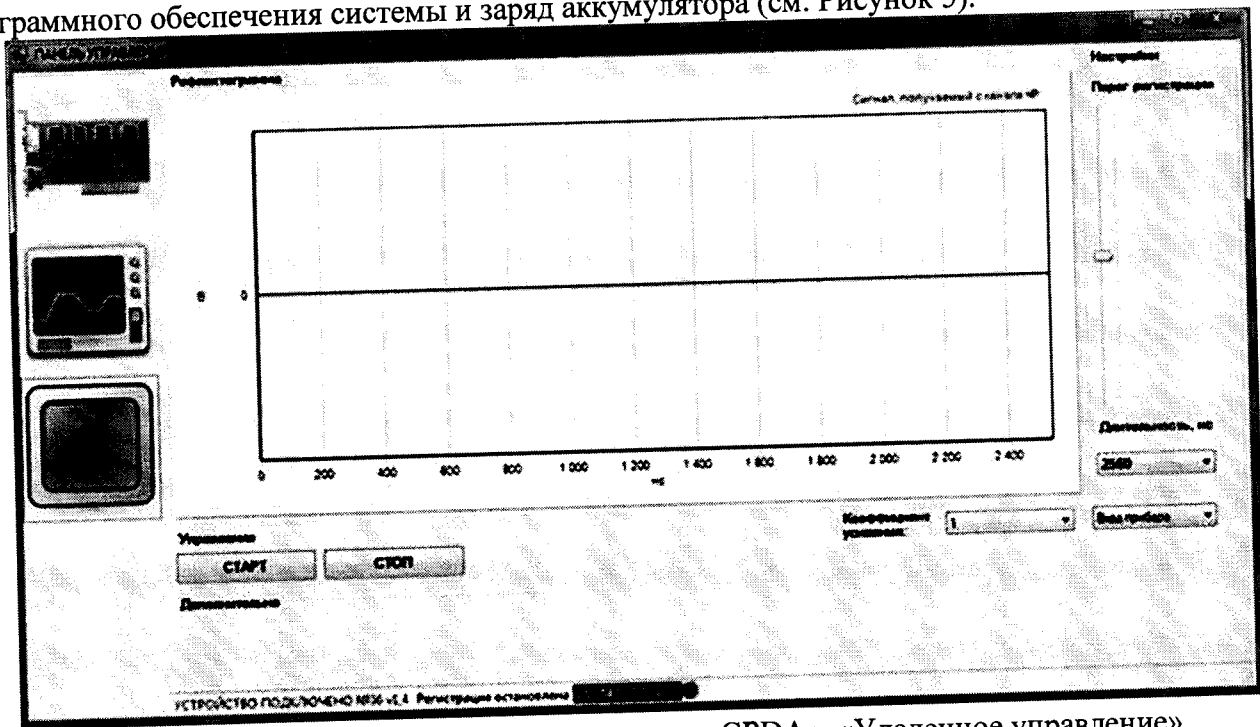

Рисунок 5 – Внешний вид окна программы «CPDA», «Удаленное управление»
7.3.4 Для идентификации встроенного ПО необходимо выбрать на панели инструментов окна программы «CPDA»: «Меню → «Инструменты» → «Удаленное управление». В нижней строке панели удаленного управления отображается номер системы, версия встроенного программного обеспечения системы и заряд аккумулятора (см. Рисунок 5).
7.4.4 Открыть панель «Рефлектометр», для этого нажать нижнюю кнопку «Рефлектометр», расположенную в левой части окна удаленного управления (см. Рисунок 5).